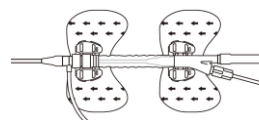

図 6. IABP 固定具使用による固定
- (9) シースキャップについての翼部および分岐部についての翼部を患者に縫合または IABP 固定具を用いて固定する。(図 6 参照) *